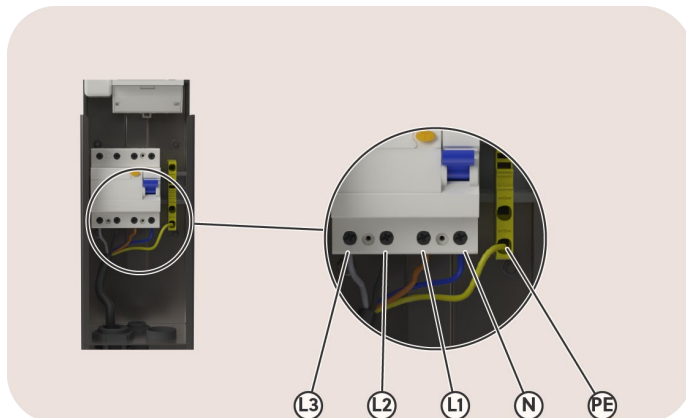

Abbildung 15: Blick auf den Stromversorgungsanschluss
4. Vergewissern Sie sich, dass die beiden Fehlerstromschutzschalter auf „Ein“ stehen. Die Position „Ein“ wird in Abbildung 15 gezeigt.